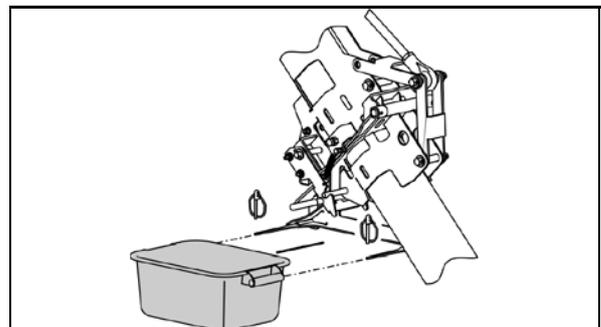

Fig. 73
1. Défaites le collier du flexible d'aspiration (Fig. 73/1) et débranchez ce dernier.